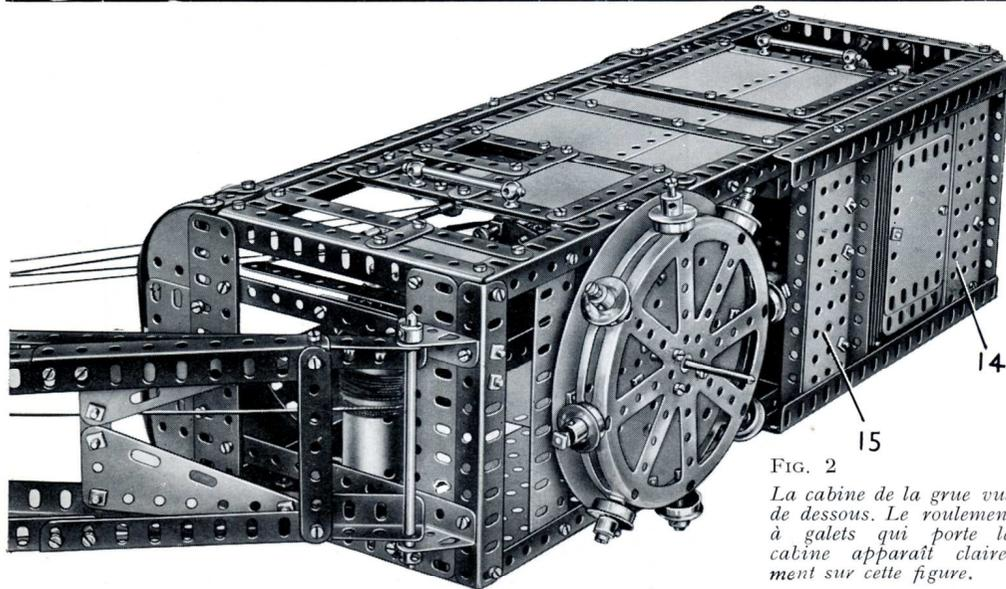

FIG. 2
Les côtés sont réunis à l'avant et à l'arrière par deux cornières de 11 trous boulonnées aux extrémités des cornières (9). Une poutrelle plate de 11 trous est fixée à la cornière de 11 trous supérieure de chaque extrémité, et sur ces poutrelles sont boulonnées une plaque flexible de 6×4 cm. et deux plaques semi-circulaires. Une autre poutrelle plate de 11 trous est fixée à la partie inférieure de l'avant de la cabine, et deux bandes de 11 trous (13) sont boulonnées comme le montre la figure 10. L'arrière de la cabine est recouvert par une plaque flexible de 14×6 cm., une de 14×4 cm. et deux de 6×6 cm. Ces dernières sont disposées de façon à laisser un espace d'un trou pour le passage du fil du moteur. Deux plaques à rebords de 14×6 cm. (14) et (15) (fig. 2) sont fixées sur la base de la cabine et entre elles se trouvent une plaque flexible de 14×6 cm. et une de 14×4 cm. Deux cornières de 19 trous sont fixées sur les rebords des plaques. Huit plaques flexibles de 14×6 cm., quatorze de $11,5 \times 6$ cm., et trois de 9×6 cm. sont fixées sur le plancher entre les plaques à rebords et servent de contrepois à l'arrière de la cabine.
Un moteur électrique universel est boulonné sur 2 cornières de 5 trous fixées sur la plaque (14) (fig. 2). Un pignon de 25 dents monté sur l'arbre du moteur entraîne une roue de 50 dents montée sur une tringle de 29 cm. Cette tringle passe dans les flasques du moteur et dans les bandes coudées (23) et elle porte une vis sans fin qui entraîne une roue de 57 dents fixée sur une tringle de 10 cm. qui passe dans les plaques à rebords (21) et (22). Un pignon de 25 dents (24) est fixé sur cette tringle. Deux tringles de 6 cm. dont l'une apparaît en (25) (fig. 5), passent dans les plaques à rebords (22), et chacune d'elles porte une roue de 50 dents qui engrène avec le pignon (24) sur un mouvement de coulisse de la tringle. La tringle (25) porte une roue de chaîne de 14 dents (26), et l'autre tringle de 6 cm. une de 14 dents (27).